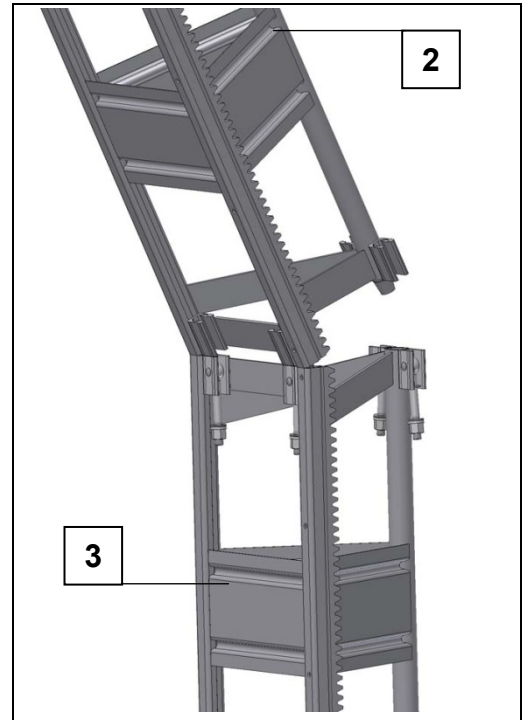
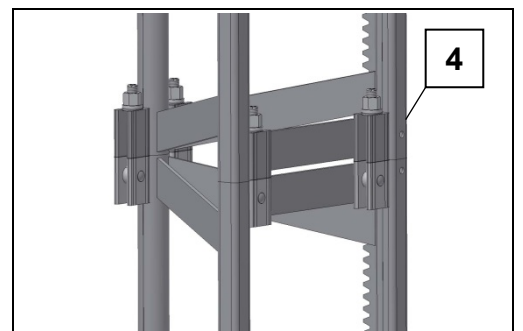

Fig. 31 Mastteil aufsetzen
Fig. 32 Mastteile verbinden
- Hochfahren und drei weitere Mastteile montieren, siehe auch Fig. 31 / Fig. 32.